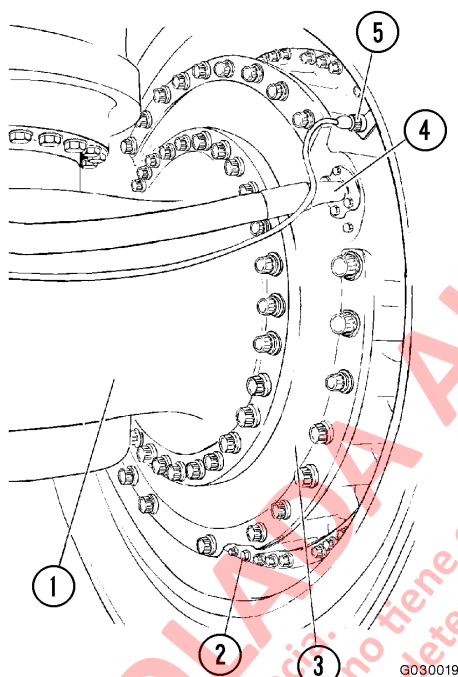

FIGURA 3-1. INSTALACIÓN DE LA RUEDA DELANTERA Y EL HUSILLO
6. Desconecte el(los) conector(es) del sensor de velocidad (5, Figura 3-1). Aleje los cables del husillo para evitar que se dañen durante el desmontaje de este componente.